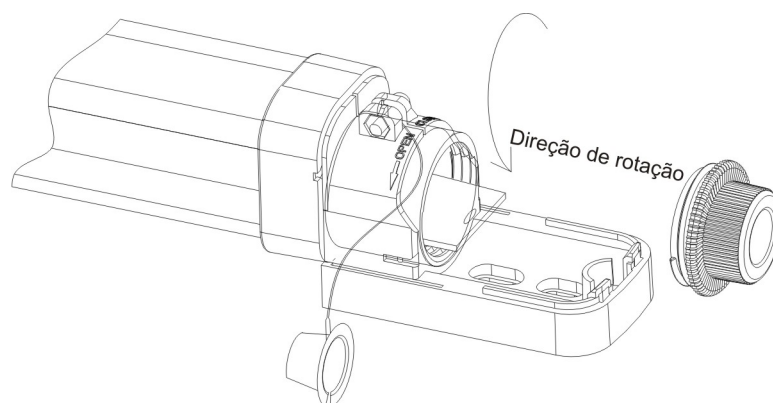

Figura 4
- 1- Gire a rosca de proteção no sentido anti-horário para acesso à placa do sensor IRB, de acordo com a Figura 4.